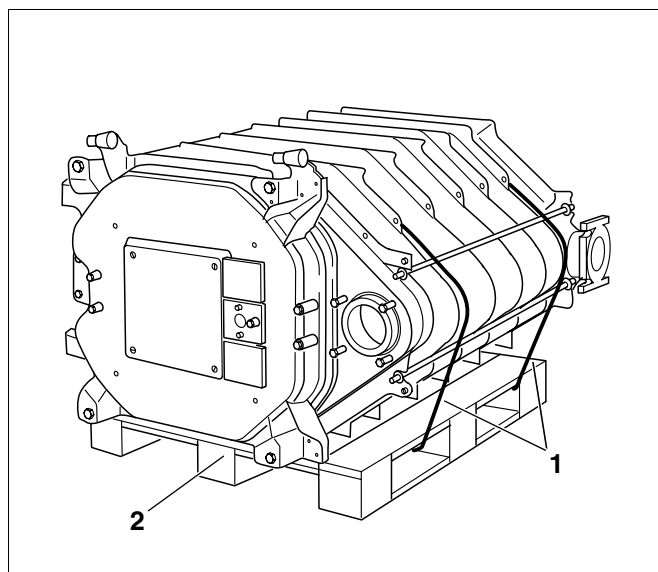

Рис. 23 Блок котла на палете
- Обрезать фиксирующие ремни (рис. 23, поз. 1).
- Перед установкой котла убрать палету (рис. 23, поз. 2).